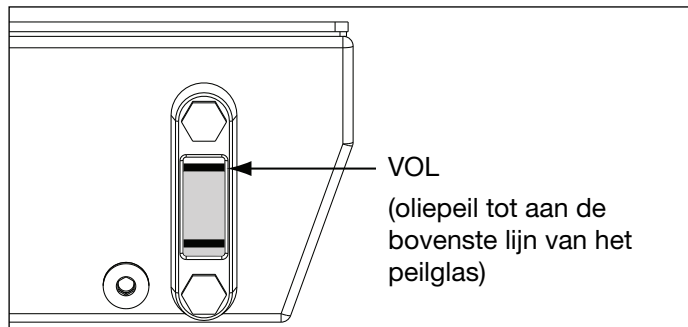

Figuur 1, Reservoir ontluichtingsdop en olievladdop
Zie Figuur 1. Voor de verzending is er een dop (A) in de ontluichtingspoort bovenop het reservoir geïnstalleerd. Voordat u de pomp gebruikt, vervang de transportdop (A) door de ontluichtingsdop (B) van het reservoir en de adapterfitting (C)..
Controleer het oliepeil van de pomp vóór het opstarten. Het reservoir is vol wanneer het oliepeil tot aan de bovenste lijn van het kijkglas staat, zoals weergegeven in Figuur 2. Indien nodig, vul olie bij door de olievladdop (D) te verwijderen van de vulbuis, zoals weergegeven in Figuur 1. Gebruik Enerpac HF olie (ISO kwaliteit 32).